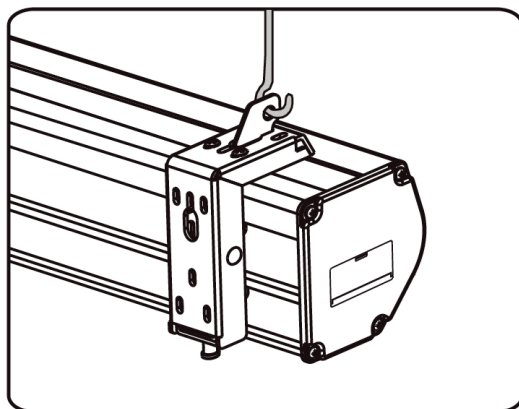

Figura 18
4. Tras finalizar los pasos 2 y 3, compruebe que el soporte de pared esté bien fijado a la carcasa de la pantalla antes de colgar la pantalla. Cuelgue la pantalla en los ganchos como se muestra en la figura 18.